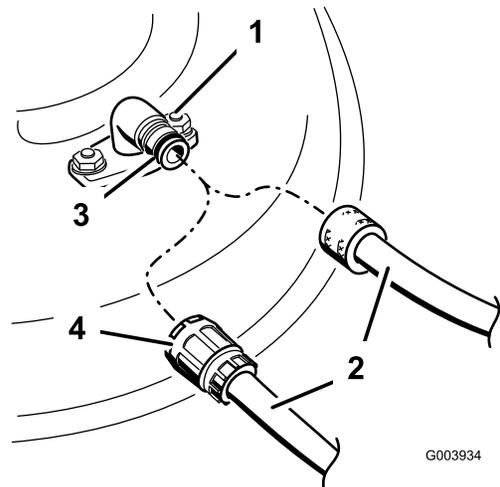

Figura 50
3. Conecte el acoplamiento de la manguera al extremo del conector de lavado del cortacésped, y abra el grifo al máximo (Figura 50).